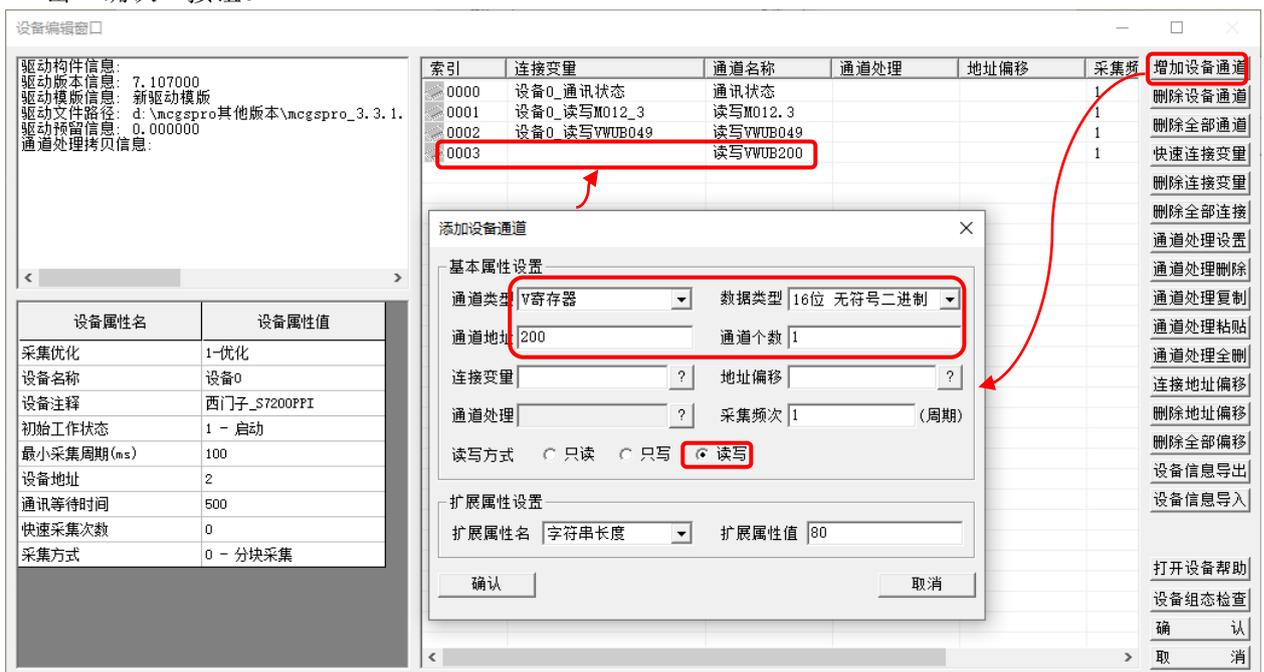

图 4.2-12 增加设备通道：VWUB200
- ① 添加字通道：在设备窗口，双击“西门子_S7200PPI”驱动进入“设备编辑”窗口。如图 4.2-12 所示，单击“增加设备通道”按钮，进入“添加设备通道”对话框，选择通道类型为“V 寄存器”，数据类型为“16 位无符号二进制”，通道地址为“200”，通道个数为“1”，读写方式为“读写”。设置完成后点击“确认”按钮。